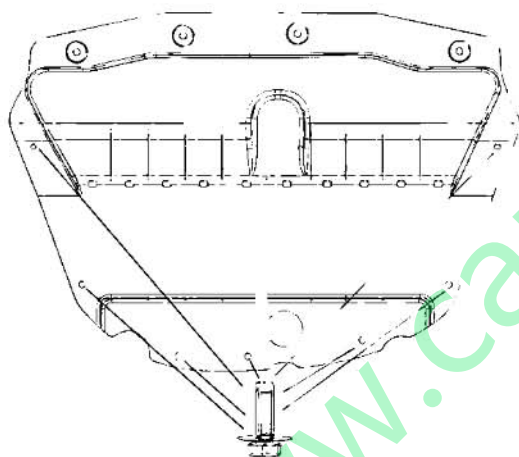

图 2-17
(3) 用十号套筒拆除发动机左右下后挡泥板与车身连接的 7 颗螺钉，取下发动机左右下后挡泥板，即完成了发动机左右下后挡泥板的拆卸工作，如图 2-17 所示；